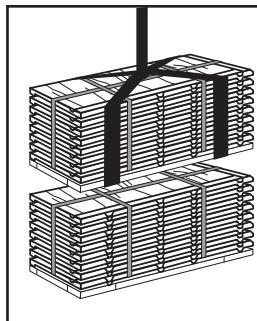

図1 ●重ね置き禁止！
- ①現場へ瓦を置く時は置場所が水平かどうか確認してください。
- ②瓦パラペット積み商品の重ね置きは禁止します。(図1)
- ③瓦のバラ置きの場合は、荷くずれしないようにしてください。
- ④瓦は建屋にもたせかけないでください。